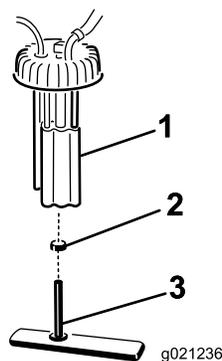

Figura 55
2. Desligue os conectores da cablagem da bomba de combustível (Figura 55).
3. Retire o conjunto da bomba de combustível e filtro de combustível do depósito (Figura 55).
4. Retire a braçadeira que fixa o filtro de combustível à união da bomba de combustível. Retire o tubo da união (Figura 55).